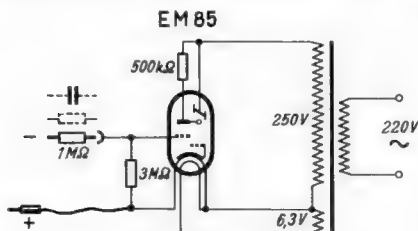

Bild 1. Schaltung des „magischen“ Röhren-Voltmeters
Wie die Schaltung in Bild 1 zeigt, wird als Anzeigeröhre die EM 85 verwendet. Ihr Netzteil kann äußerst einfach aufgebaut werden, da weder Gleichrichtung noch Glättung des Anodenstromes notwendig sind. Der Leuchtschirm der Röhre zeigt die Spannung jedesmal an, wenn die positive Halbwelle an der Anode liegt, und zwar deren
1) In der hier gewählten Schaltung Bild 1 für den Meßbereich $0...35 \text{ V}$.